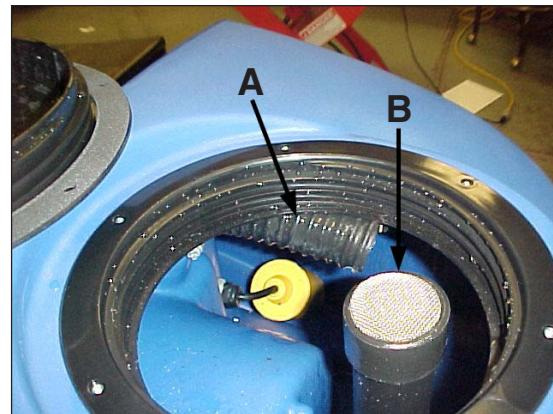

Figure 35
12. Si le réservoir ou le tuyau de récupération sont bouchés, utilisez de l'eau sous pression pour les déboucher. Insérez le tuyau d'eau dans le tuyau de récupération (figure 35, A). **REMARQUE :** Ne placez pas le tuyau d'eau dans le tube d'admission de l'aspirateur (voir figure 35, B), car vous risquez d'endommager l'appareil.
Le tuyau de récupération (figure 35, A) se situe du côté droit du tuyau d'admission de l'aspirateur (voir figure 35, B). Le tuyau de récupération est flexible, ce qui vous permet de le déplacer vers l'avant pour accéder facilement au tuyau d'eau afin de rincer la conduite.